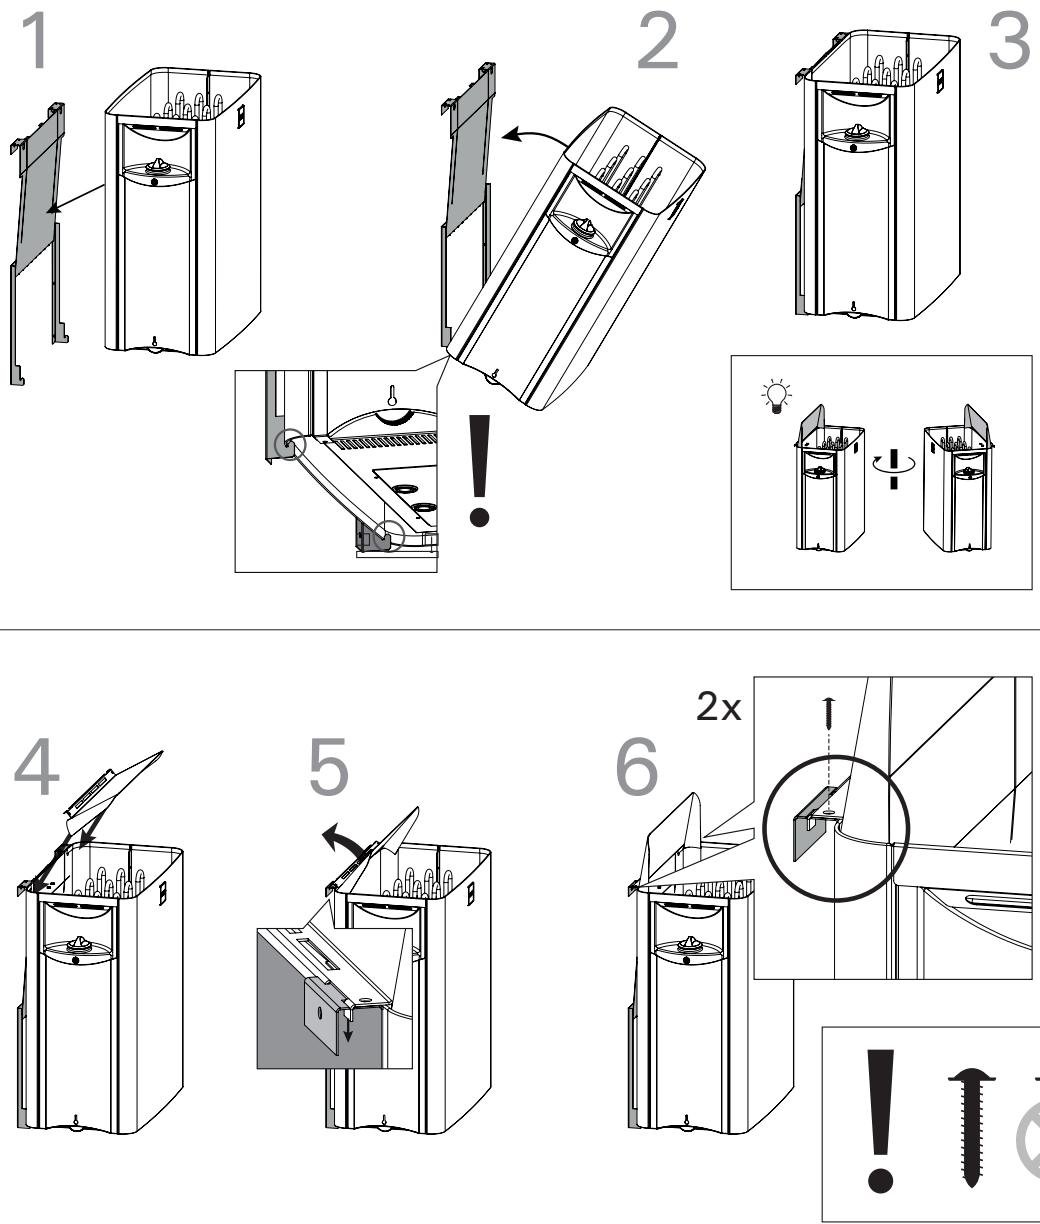

Рисунок 9. Установка каменки на настенный кронштейн
- Установите каменку по месту и убедитесь, что она всталла по центру подставки (рисунок 9:1-3).
- Поверните направляющую панель для пара и закрепите ее к каменке и к настенному кронштейну (рисунок 9:4-5).
- Для более надежного соединения, закрепите направляющую панель шурупами сзади (рисунок 9:6).